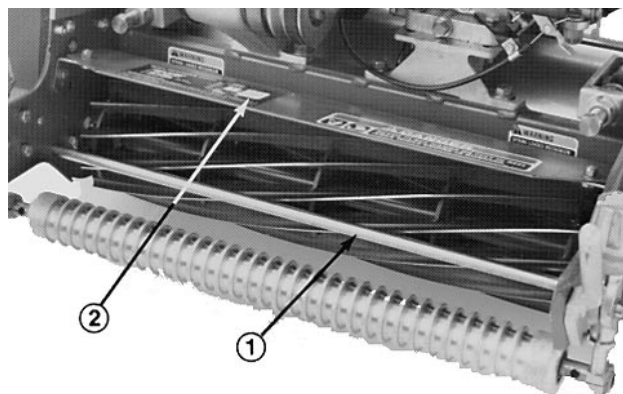

Fig. 9
1. Misurare la distanza tra la cima dell'asta di supporto anteriore e il bordo frontale del deflettore da ciascun lato dell'apparato di taglio (Fig. 9).